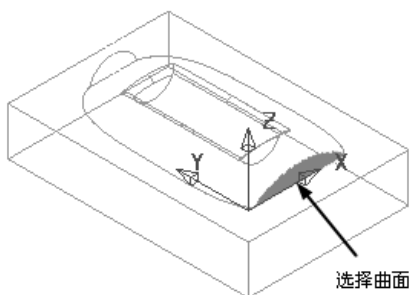

图 3-87 选择曲面 2
3) 在图形区选择图 3-87 所示的曲面, 然后在“轮廓精加工”对话框中单击“应用”按钮和“接受”按钮, 确定参数并退出对话框, 生成的刀具路径如图 3-88 所示。